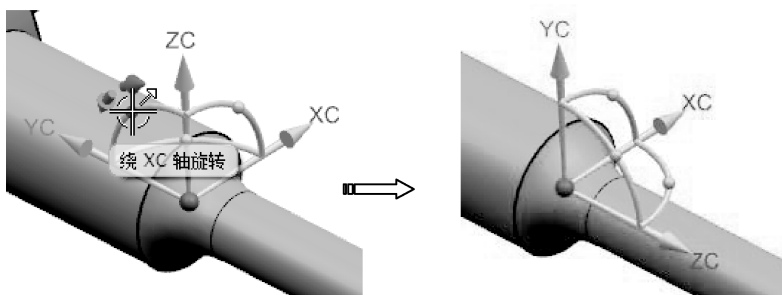

图 8-56 旋转 CSYS
- 12 将此参考坐标系的 ZC 轴旋转至原 YC 轴的负方向，如图 8-56 所示。